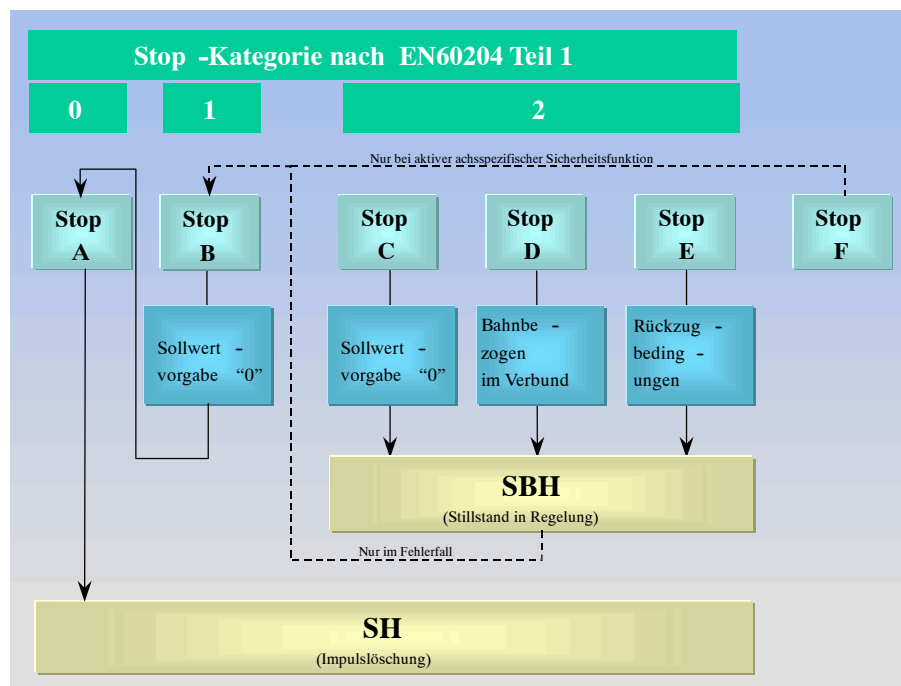

Bild 6-5 Stopreaktionen, Sicherer Betriebshalt (SBH), Sicherer Halt (SH)
Bild 6-5 zeigt die Beziehung zwischen den Stopreaktionen und dem Sicherem Betriebshalt (SBH) bzw. dem Sicherem Halt (SH).